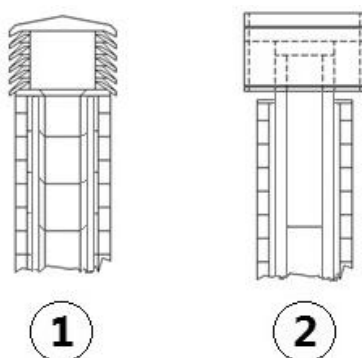

Fig. 4 - Extremos de chimenea antiviento
- AB. Controlar rigurosamente que haya sido instalada una cumbrera o sombrero anti viento **Fig. 4** según las normas vigentes. Del terminal, cumbrera o sombrero adecuado dependerá en gran medida la correcta evacuación de los humos y previene muchos problemas de instalación.
- Conducto de ventilación externo realizado enteramente en tubos inox aislados o sea con pared doble de mínimo Ø100/120 mm: todas las partes son bien ancladas al muro, con el extremo de chimenea antiviento (véase Fig. 4).